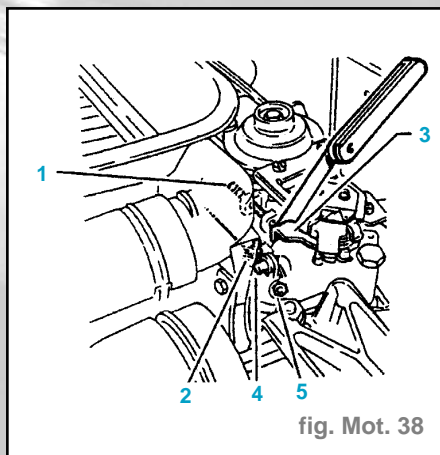

fig. Mot. 38
- Desserrer la vis (1) de quelques tours (fig. Mot. 38).
- Régler le régime de ralenti en agissant sur la vis de réglage du ralenti (2) 800 tr/mn.
- Placer une cale de 3 mm (1 mm pour moteur XU D9/Y-DJZ) entre le levier de charge (3) et la vis de réglage du débit résiduel :
- moteur turbo (fig. Mot. 38)